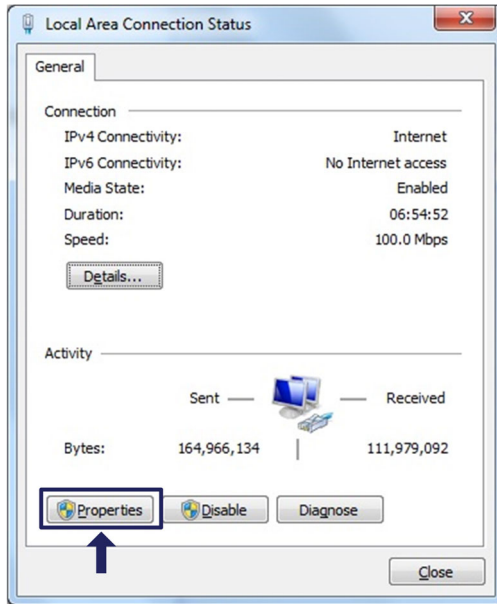

Fig. 3.7 Propiedades de la red
- Seleccione la conexión LAN. Aparecerá entonces la ventana que se muestra en la Fig. 3.7. Haga clic en **Properties** (Propiedades).